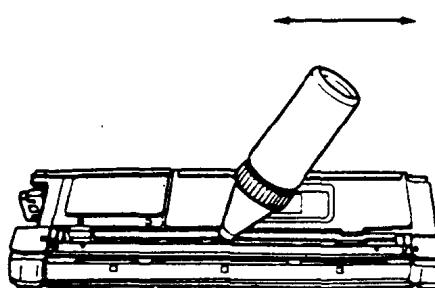

图 1-1-5
- (18) 断开电源，再接通电源。
- (19) 取出门开关压板，并取出 CD 组件，打开彩色贮槽的盖子，将色粉按规定方法装入显影器贮槽，轻轻盖上盖子。如图 1-1-5 所示。